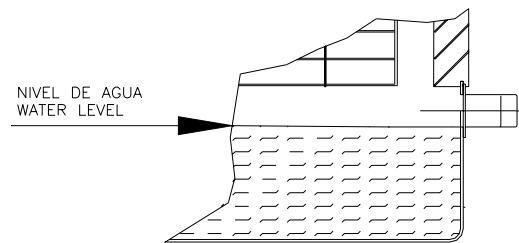

Fig.: 5
2. Llenar de agua la bandeja hasta un nivel de 10 / 20 mm por debajo del nivel del rebosadero.(Fig.: 5)
2. Fill the basin with cold water up to a level of 10 / 20 mm beneath the level of the overflow.(Fig.: 5)